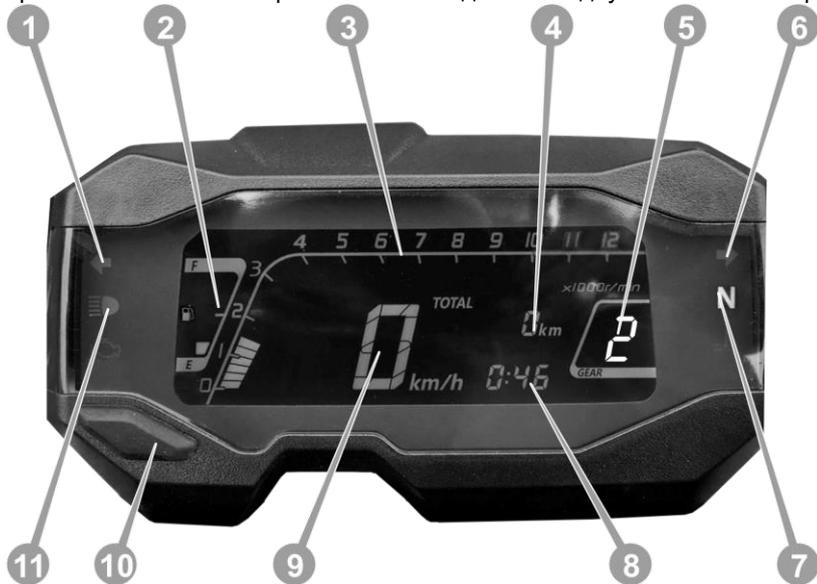

Рисунок 3.2. Загальний вид керма
- важіль керування повітряною заслінкою карбюратора (див. рис. 3.2.) встановлено в середнє положення.